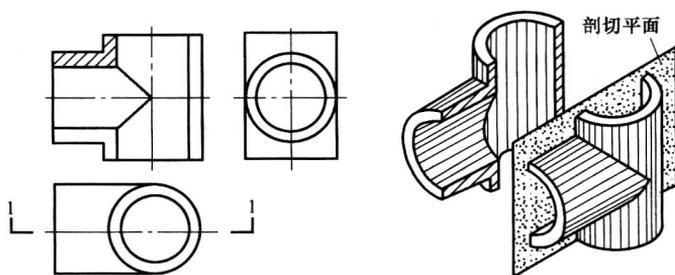

图 1-15 全剖面图
(1) 全剖面图 用剖切平面将物体全部剖开后画出的剖面图称为全剖面图，如图 1-15 所示。